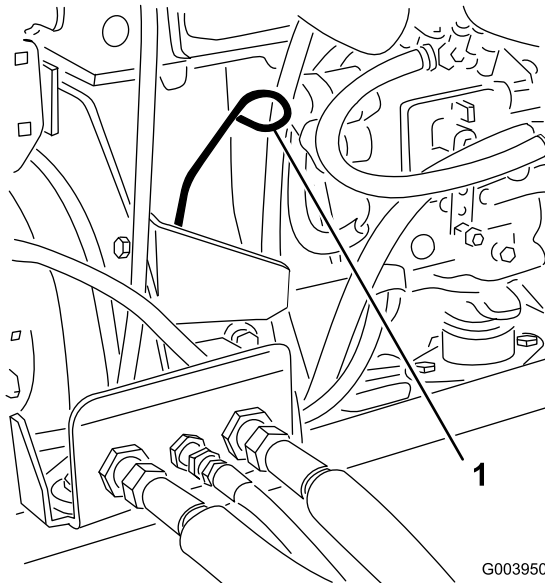

Figure 48
3. Retirez la jauge, essuyez-la sur un chiffon et remettez-la en place (Figure 48).